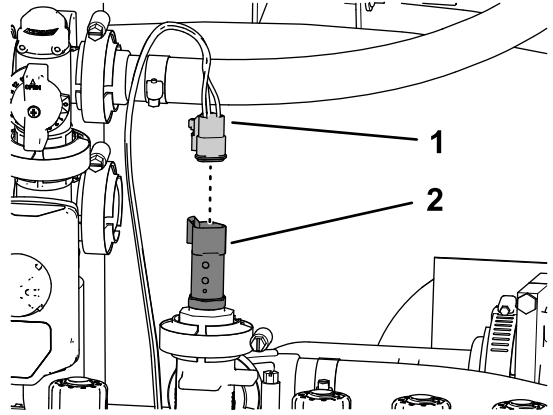

图 132
1. 将标有压力传感器绿色楔块的 61cm 套件线束支管的 3 插槽接头插入压力传感器的 3 针接头图 132。